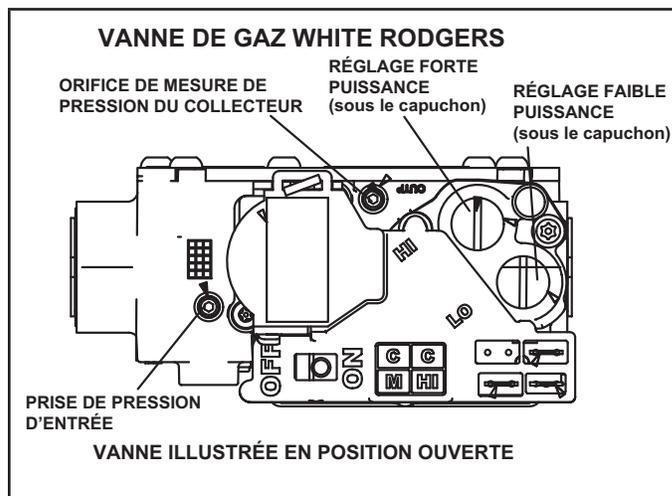

FIGURE 61
Fonctionnement de la vanne de gaz (FIGURE 61)
- 6 - Mettre le contacteur de la vanne de gaz sur «OFF». Voir la FIGURE 61.
- 8 - Mettre le contacteur de la vanne de gaz sur «ON». Voir la FIGURE 61.
Une connexion située sur la vanne de gaz permet d'accéder à la pression d'alimentation. Voir la FIGURE 61. Dévisser la vis à tête hexagonale de 3/32 d'un tour, brancher un tube de 5/16 po et brancher un manomètre pour mesurer la pression d'alimentation. Voir le TABLEAU 26 pour la pression de la conduite d'alimentation.
Une connexion située sur la vanne de gaz permet d'accéder à la pression du collecteur. Voir la FIGURE 61. Dévisser la vis à tête hexagonale de 3/32 d'un tour, brancher un tube de 5/16 po et brancher un manomètre pour mesurer la pression du collecteur.
- 5 - Au besoin, faire les ajustements nécessaires. La FIGURE 61 indique l'emplacement des vis de réglage des puissances mini et maxi.